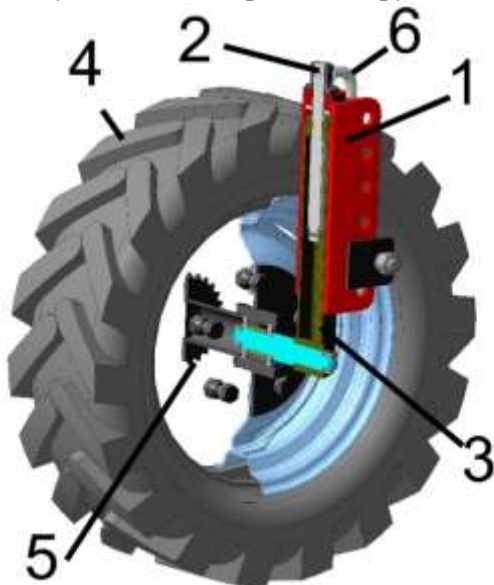

Рисунок 2 – Колесо приводное
3.1.3 Колесо приводное (рисунок 2) предназначено для привода механизма установки дуг. Состоит из кронштейна крепления на раму 1, стойки 3 с винтом 2 для регулировки по высоте, шины с диском 4 и приводной звёздочки 5. Регулировка колеса осуществляется вращением рукоятки 6.
– величина заглубления прутков в грунт регулируется путем изменения высоты приводных колес при помощи вращения винтов 2 рукояткой 6 (рисунок 2). Для нормальной работы механизма не допускается разность высот колес более 10 мм.